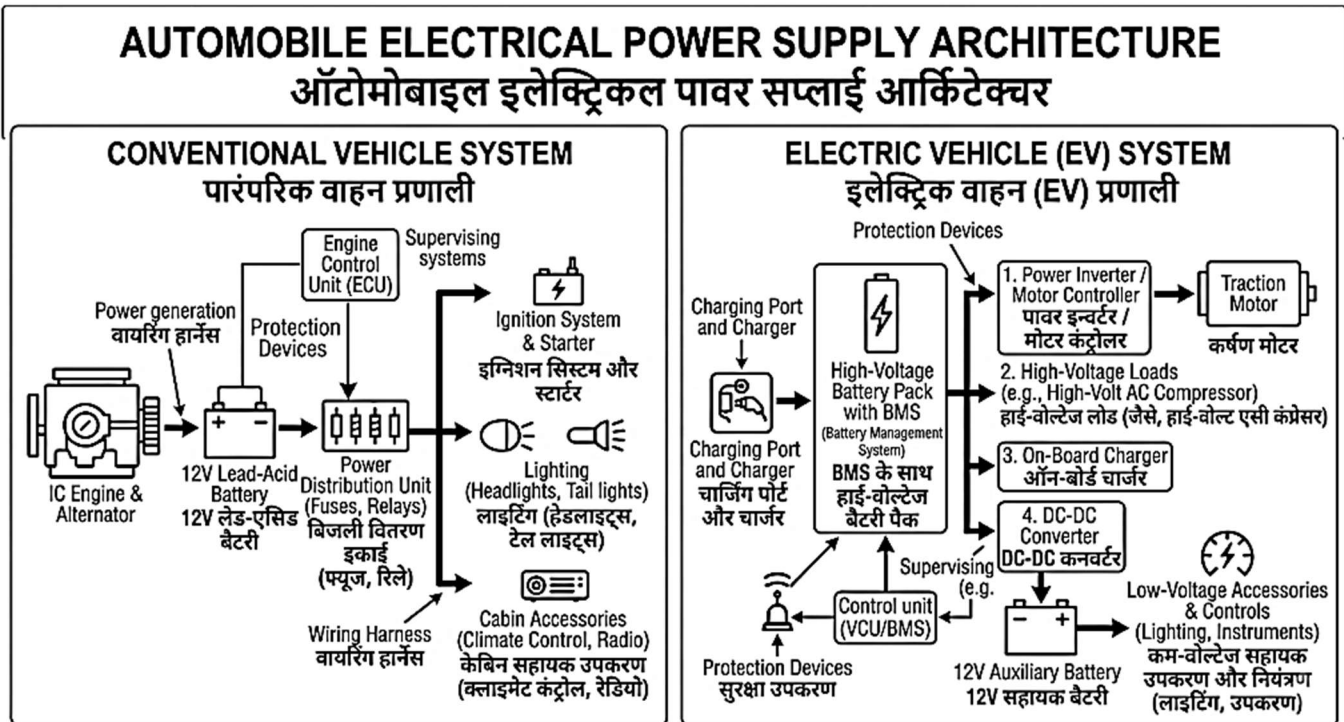

Fig. 7.1: Automobile Electrical Power Supply Architecture | ऑटोमोबाइल इलेक्ट्रिकल पावर सप्लाई आर्किटेक्चर
7.1.1 Introduction to Automobile Electrical Power Supply Architecture (Fig. 7.1)
7.1.1. ऑटोमोबाइल विद्युत शक्ति आपूर्ति संरचना का परिचय (Fig. 7.1)